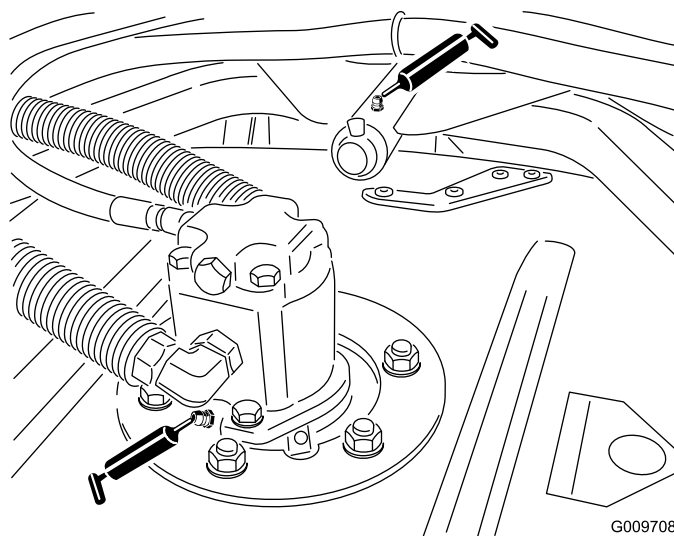

Figura 25
- Bielas do eixo da unidade de corte (1 por unidade de corte) (Figura 25)
- Casquilhos do braço de suporte da unidade de corte (1 por cada unidade de corte) (Figura 25)